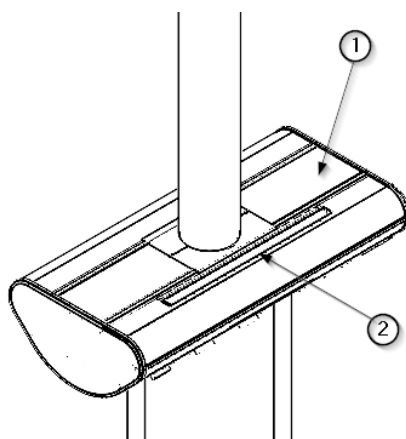

Fig.4 Position de la lumière indirecte
- Dévissez les 2 vis à tête fraisée M4 x 10 ① DIN 935 à l'aide d'un tournevis cruciforme, comme indiqué dans la figure 4.
- Retirez le couvercle en polycarbonate ② et rangez-le dans un endroit sûr. Le module d'éclairage est visible.
- Retirez les 4 vis à tête cylindrique M5 x 10 ③ DIN 912 à l'aide d'un outil Allen. Le module d'éclairage est maintenant détaché.
- Débranchez le connecteur rapide des bandes LED ⑤. Le module peut maintenant être retourné et les contrôleurs ⑦ et leur bornier sont visibles.
- Débranchez l'alimentation électrique des contrôleurs ⑦ du bornier.
- Dévissez les vis hexagonales M4 x16 ⑧ DIN 933 en dégageant les languettes ⑥ retenant les contrôleurs ⑦.
- Mettez en place les nouveaux contrôleurs (7) et fixez-les avec les languettes (6) en vissant les vis hexagonales (8).
- Dévissez les vis hexagonales M4 x16 (4) DIN 933 pour libérer les bandes LED (5).
- Installez les nouvelles bandes LED et fixez-les avec les vis hexagonales (4).